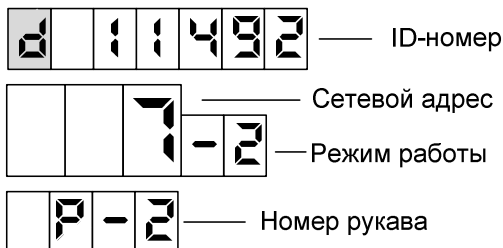

Рисунок 9
9.7 По команде СУ на табло могут отображаться сетевой адрес, режим работы и ID-номер рукава (рисунок 9). При снятии/установке любого раздаточного крана на табло выводится информация для сле-